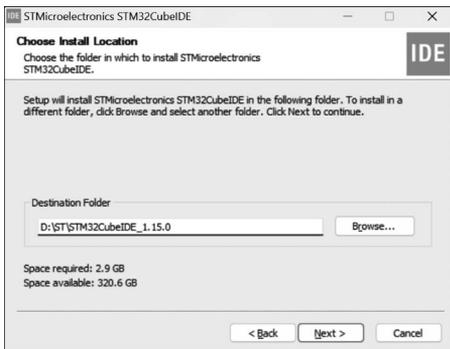

图 3.21 STM32CubeIDE 安装目录设置
- (3) 注意设置安装目录为全英文目录,如图 3.21 所示。